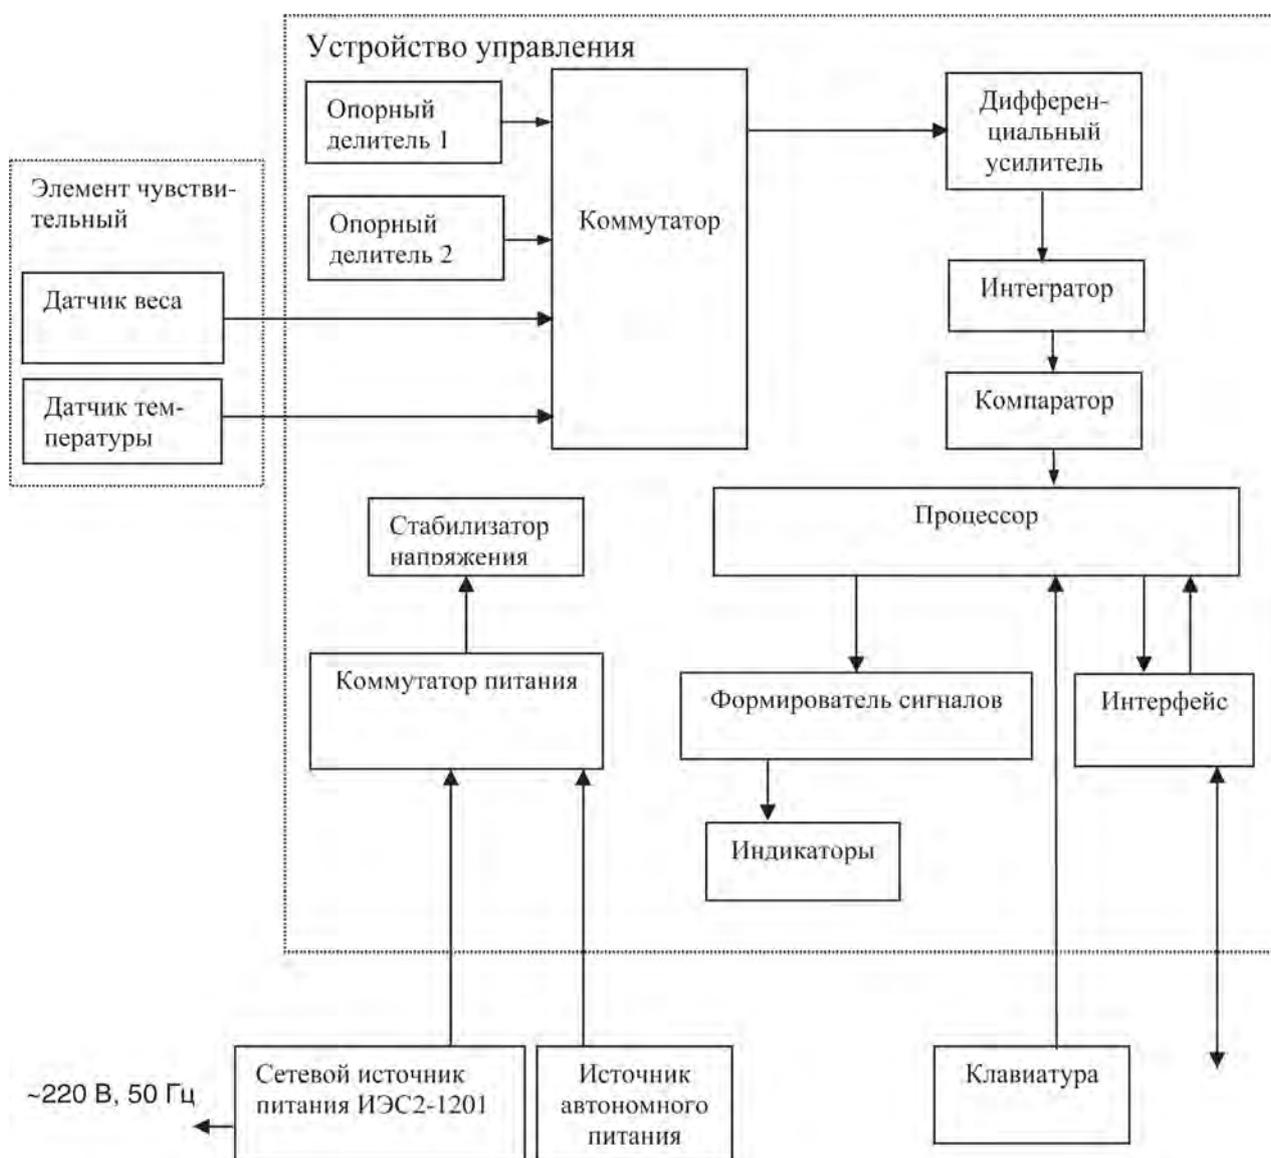

Рис. 3.1. Структурная схема весов
3.1. Структурная схема весов приведена на рис.3.1. Назначение элементов описано в таблице 3.1.